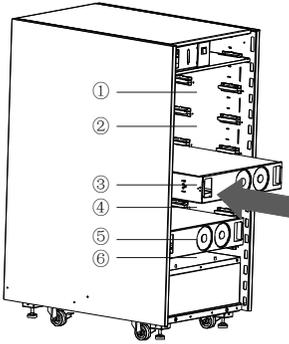

图 10
- 3) 安装顺序由下至上，当少于 6 个模块时，建议优先使用 2, 4, 6 位置，再使用 1, 3, 5（如图 10）；